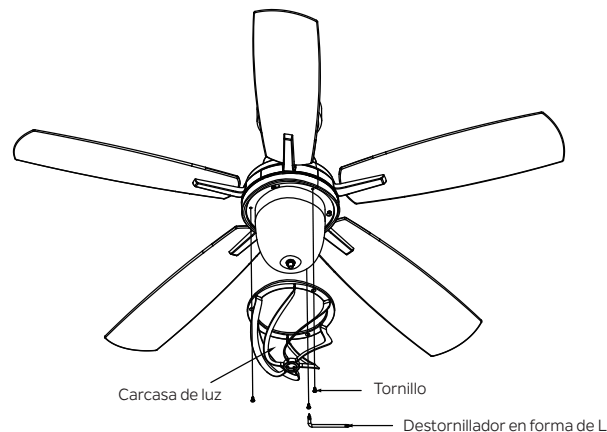

Figura 24
Paso 5. Coloque la carcasa de luz en el kit de luz, alinee con los tres (3) orificios redondos, apriete con los tres (3) tornillos utilizando el destornillador en forma de L incluido. (Figura 24)